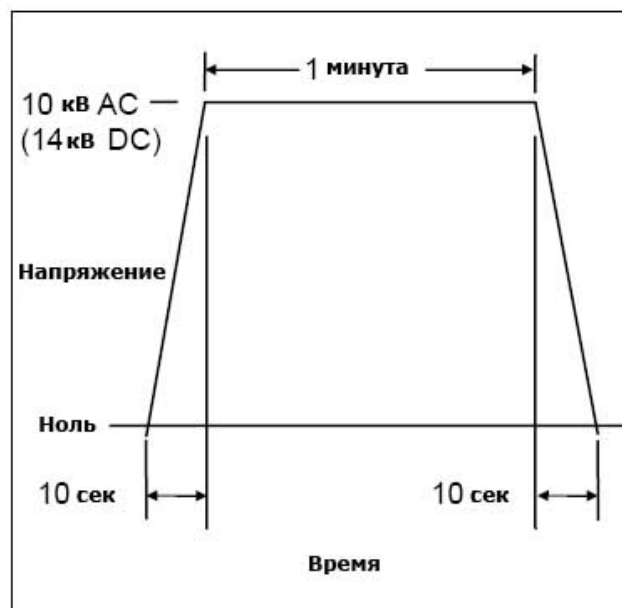

Рис. 12 – Применение испытательного напряжения для проверки вакуума
3. Увеличивайте напряжение от 0 до 10 кВ со скоростью приблизительно 1 кВ в секунду. Удерживайте данное значение напряжения в течение 1 минуты и следите за током, протекающим через вакуумную камеру. См. рис. 12.